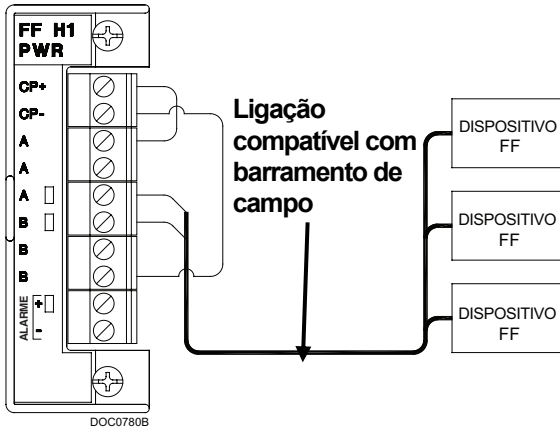
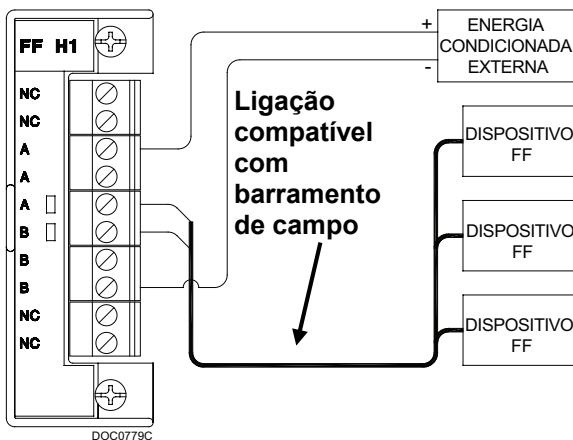

Figura 5. Ligação de campo para módulo H1 energizado
Figura 6. Ligação de campo para módulo H1 não energizado
3. Aperte o parafuso. Consulte a *Figura 5* ou a *Figura 6*.
O FFI suporta até quatro de dois tipos de módulos de segmento H1. Os módulos energizados (consulte a *Figura 5*) fornecem até 125 mA de energia condicionada.
Use módulos H1 não energizados e uma fonte de alimentação condicionada aprovada para barramento de campo externo (consulte a Figura 6) quando não tiver certeza do uso de energia ou do número de dispositivos do barramento de campo.